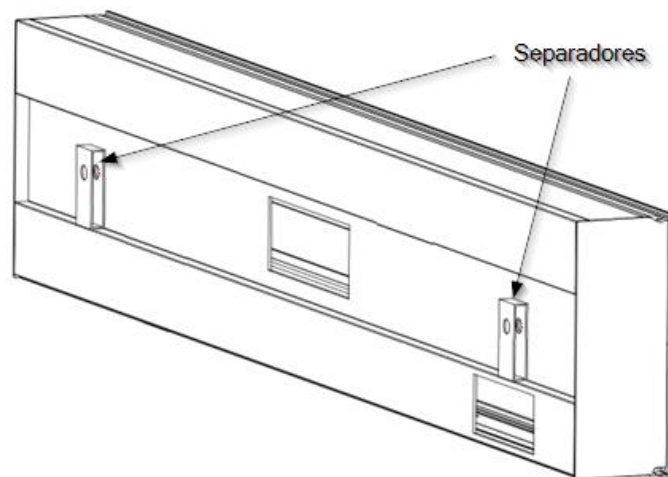

Abb. 5 Hintere Abstandshalter, um ein Verbiegen des mittleren Profils zu verhindern.
- Bringen Sie die Abstandshalter an, um ein Verbiegen des Mittelprofils zu verhindern, wie in Abbildung 5 dargestellt.
- Setzen Sie die Abstandhalter ein, um ein Verbiegen des Mittelprofils zu verhindern, wie in Abbildung 5 dargestellt.